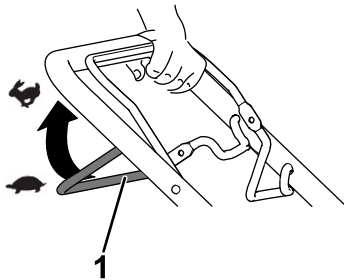

Figura 14
- Para activar la autopropulsión: apriete la barra de autopropulsión contra el manillar y manténgala en esa posición (Figura 14).